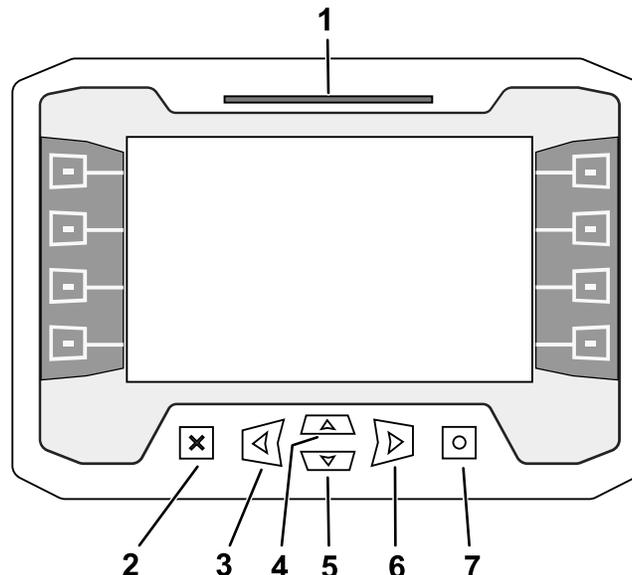

Figura 2
Utilice el botón OK (O) de la pantalla (Figura 2) para ajustar la velocidad rotativa.